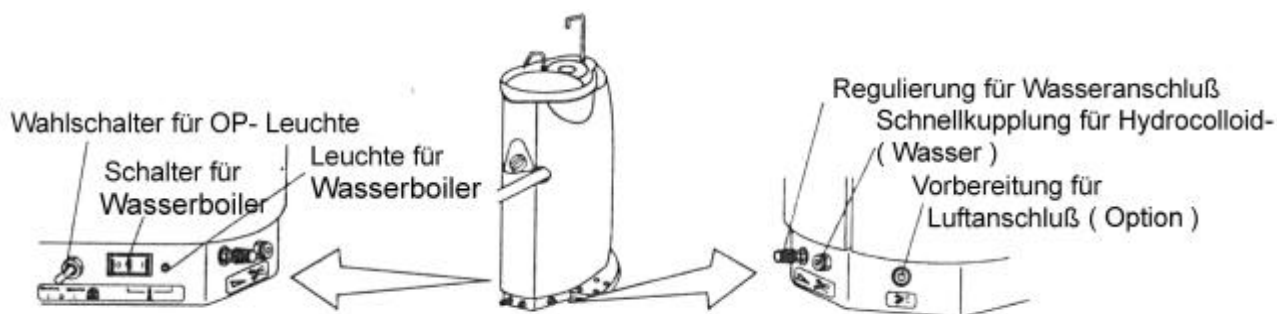

Abb. 3-8 Bedienfeld der Speibeckeneinheit
(2) Bedienfeld der Speibeckeneinheit
A. Moduswahlschalter für OP-Leuchte (**IO 5000**) (**Abb. 3-8**)
B. Schalter für Warmwasserboiler (**Abb. 3-8**)
C. Extrawasseranschluß (**Abb. 3-8**)
D. Regulierknopf für Extrawasser (**Abb. 3-8**)
E. Extraluftanschluß (optional) (Abb. 3-8)